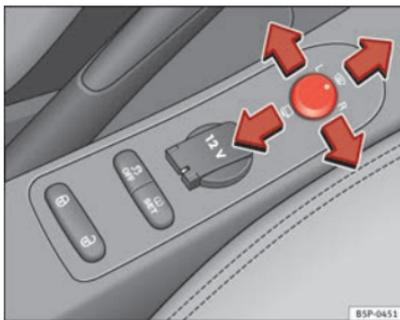

Fig. 88 Comando dos retrovisores exteriores
1. Rodar o botão giratório ⇒ Fig. 88 para a posição **L** (espelho retrovisor esquerdo). ▶
- Rodar o comando ⇒ Fig. 88 até à posição  para rebater os retrovisores exteriores. Para evitar danos no veículo, deve recolher os retrovisores exteriores sempre que o veículo entre num túnel de lavagem automática.